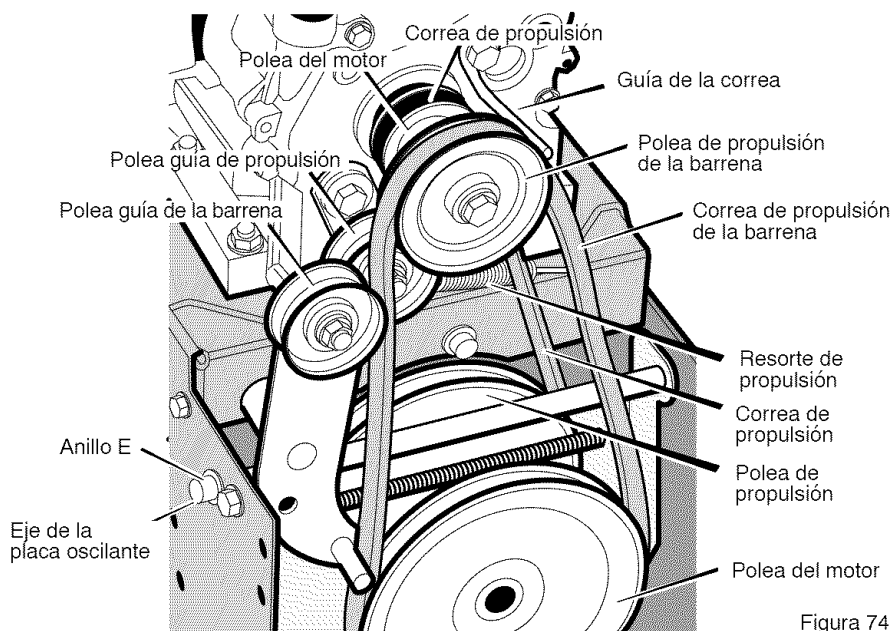

Figura 74
3. Afloje la tuerca de la polea guía de la barrena y mueva esta última hacia la correa un octavo de pulgada aproximadamente (3 mm) (Figura 74).
- Afloje la **guía de la correa**. Separe la **guía** de la **polea de propulsión de la barra** (Figura 74).
la **correa del propulsor de la barra** por una correa de repuesto original de fábrica disponible en un centro de servicio autorizado (Figura 74).
3. Quite el **anillo E** de uno de los extremos del **eje de la placa oscilante**. Quite este **eje** para que la placa oscilante gire hacia adelante (Figura 74).